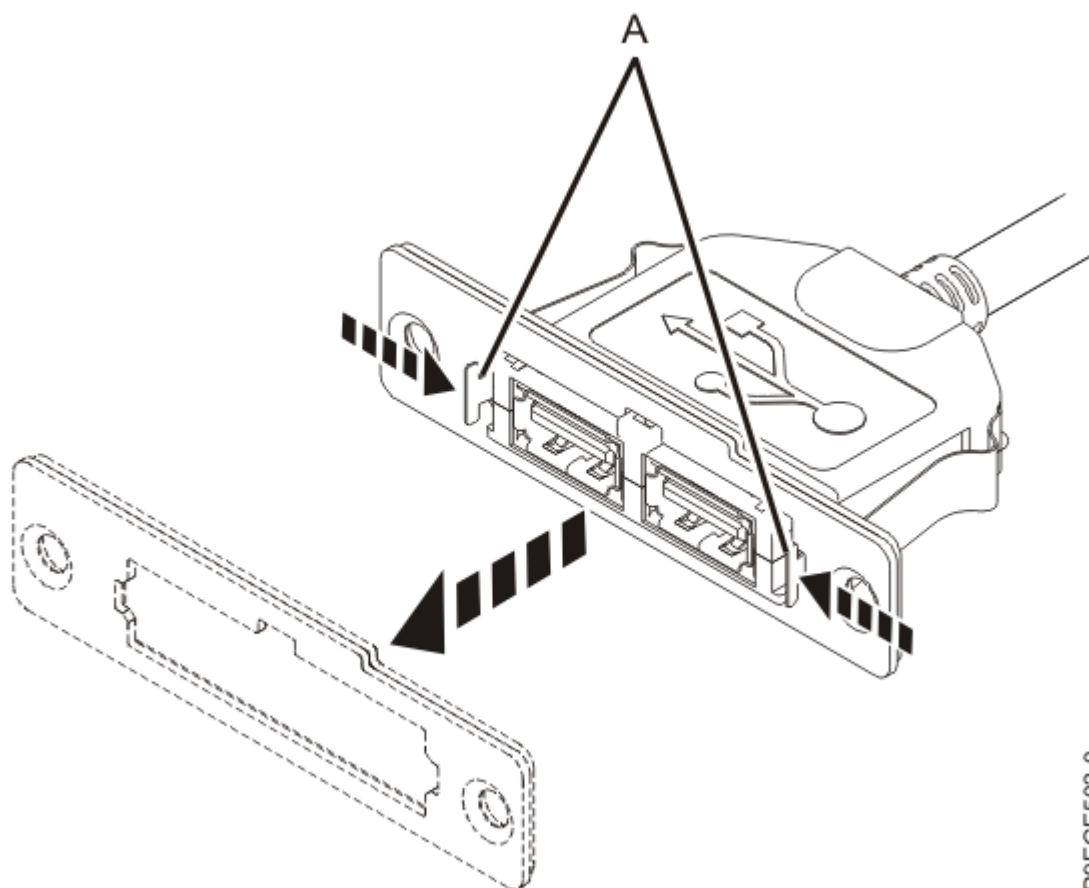

図 9. 前面 USB ホルダーからの前面 USB ケーブルおよびソケットの取り外し
8. ラッチ・リリース (**A**) を押して全面 USB ケーブルを前面 USB ホルダーから切り離します (11 ページの図 9 を参照)。